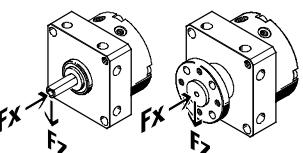

Fig. 4
4. Se till att följande angivelser uppreatthålls när arbetslasten sätts fast (Fig. 4):